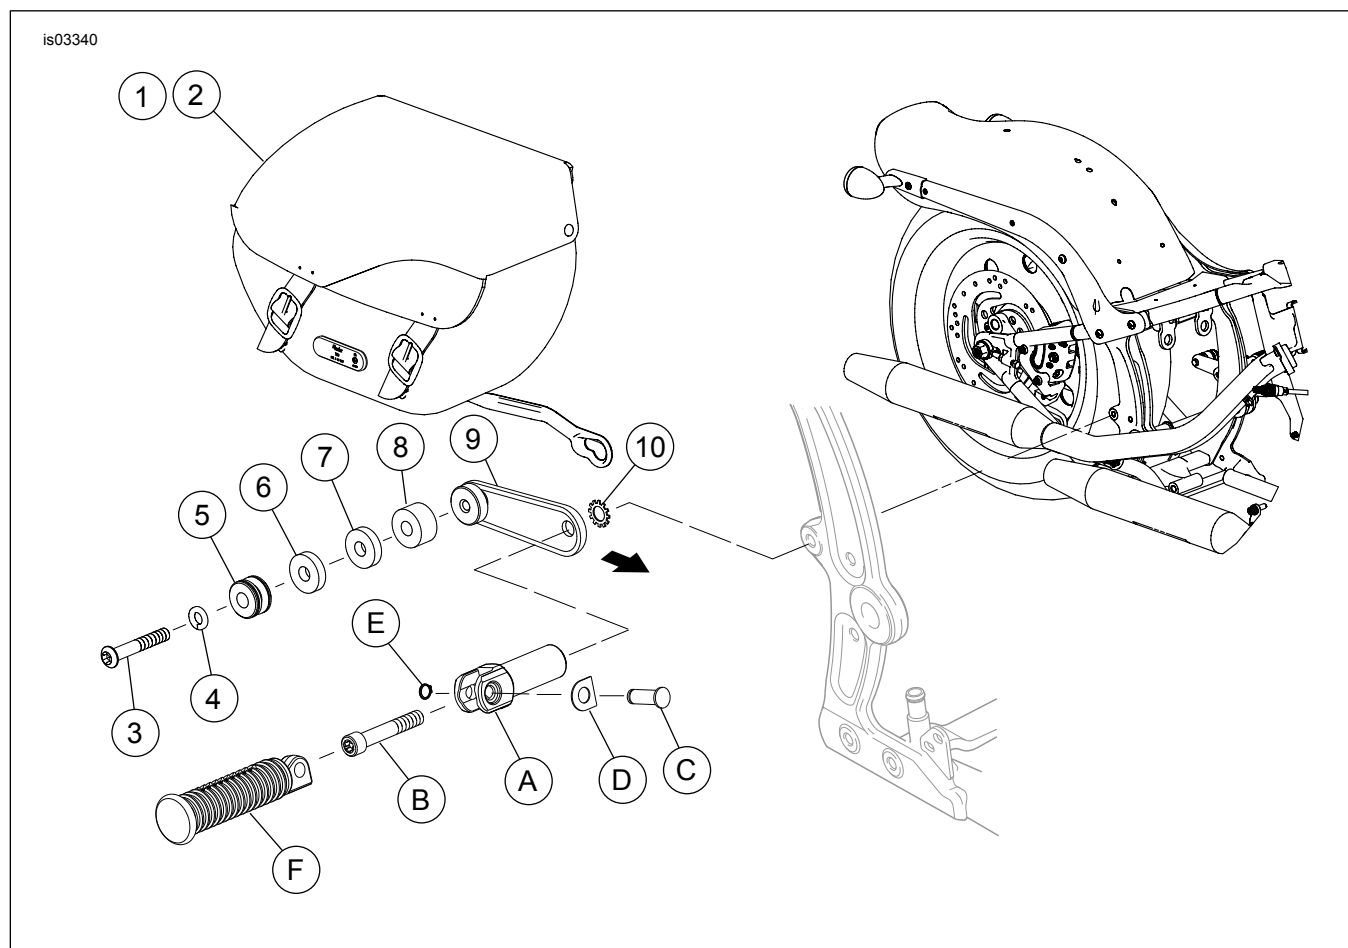
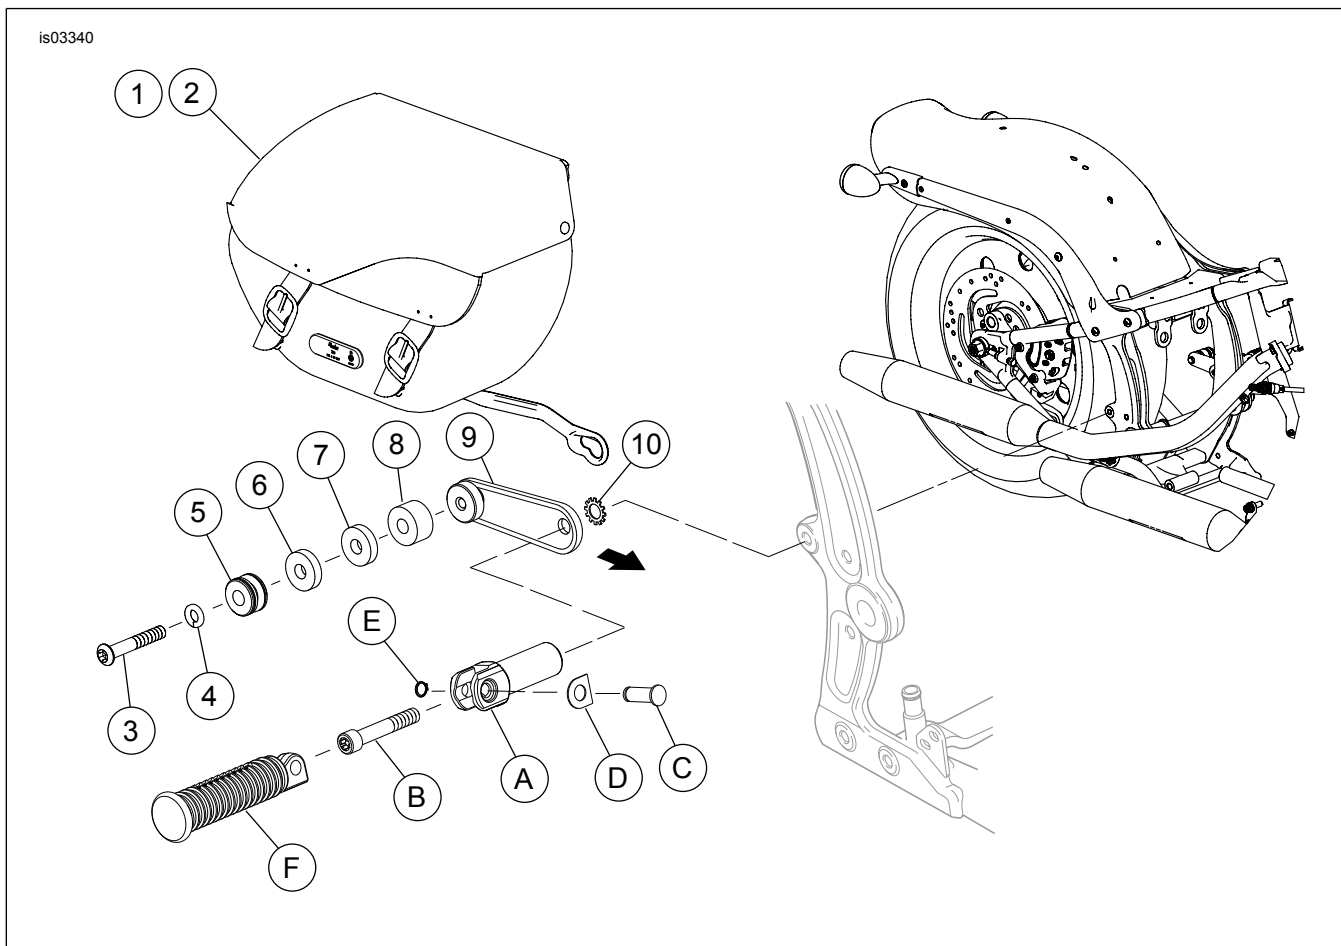

Figura 7. Parti di ricambio: Kit borse portapacchi rimovibile per FLST/C 2003 ed anni successivi e Softail FX 2003-2005 (tranne FXSTD)
Figura 8. Parti di ricambio: Kit borse portapacchi rimovibile Softail FX 2006 ed anni successivi (tranne FXSTD)
- Vedere Figura 7 o Figura 8. Girare il sostegno anteriore inferiore (9) (con il/i distanziale/i e il mini punto di ancoraggio installati), in modo che il mini punto di ancoraggio anteriore inferiore (5) poggi completamente sul diametro inferiore della scanalatura dell'asola di ancoraggio del braccio di sostegno inferiore della borsa portapacchi.
- Girare il sostegno della pedalina poggipiedi (A) in modo tale che la scanalatura della pedalina poggipiedi sia inclinata in alto verso il retro con un angolo di 10-15 gradi dalla verticale.
- Tenendo il sostegno anteriore inferiore (9) per prevenirne la rotazione, serrare la vite ad una coppia di 47,5–61 N·m (35–45 ft-lbs) utilizzando un cacciavite T-50 TORX allungato.